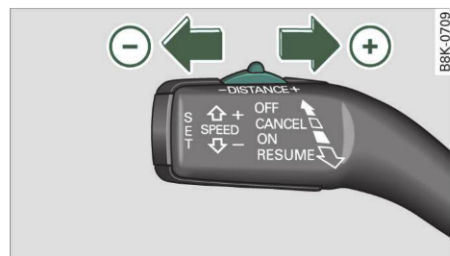

Fig. 110 Maneta de comandă: Stabilirea distanței
- Apăsați maneta ⇒ fig. 110 **o dată** în direcția (+) sau (-). Pe afișajul din tabloul de bord, distanța actuală se va afișa scurt.